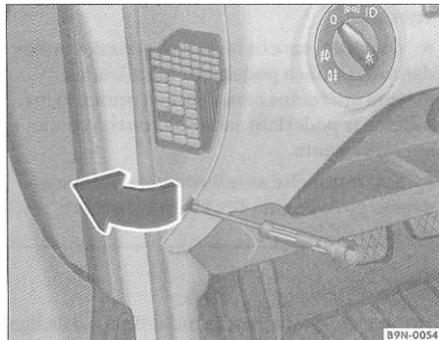

Fig. 120 Lado esquerdo do painel de instrumentos: caixa de fusíveis
- Insira uma chave de fenda no rebaixo => fig. 120 e levante a tampa de cobertura, com cuidado.